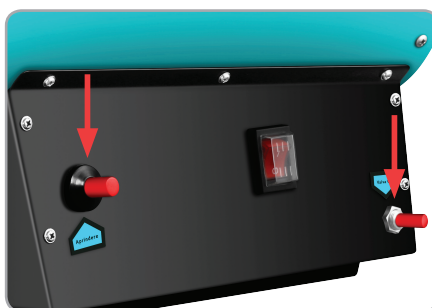

Fig.8
- Apăsăți butonul valvei de gaz și apăsați în mod repetat butonul valvei de aprindere până când flacăra se aprinde (fig.8).